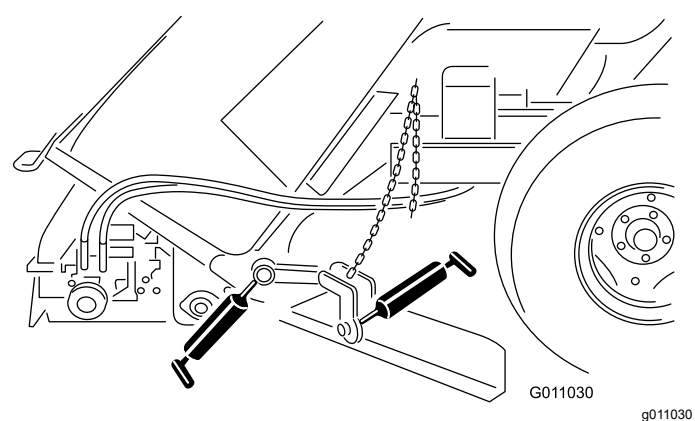

Figura 38
- Apoio da lâmina de alinhamento (Figura 38)
- Cubo da lâmina de alinhamento (Figura 38)